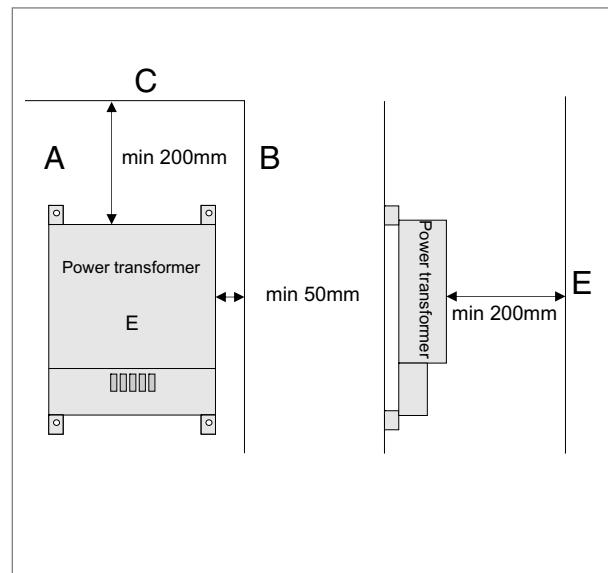

Fig. 2
Un fusibile difettoso di solito indica un corto circuito o un sovraccarico dell'uscita 12 V. Ciò viene segnalato da un LED rosso acceso accanto al fusibile (vedi fig. 2) quando un dispositivo è collegato.
Riacaccendete l'unità (vedi fig. 2). Se il fusibile dovesse scattare di nuovo rivolgetevi ad un centro di assistenza autorizzato per i convertitori CA/CC Dometic.
- Installare il convertitore CA/CC in un luogo ben arieggiato e protetto dall'umidità. Per ottenere un'ottimale dissipazione del calore, il dispositivo deve essere montato verticalmente (vedi fig. 2).
L'installazione ottimale di un convertitore CA/CC è in posizione verticale (fig. 2). La temperatura ambientale massima non deve superare i 50°C.